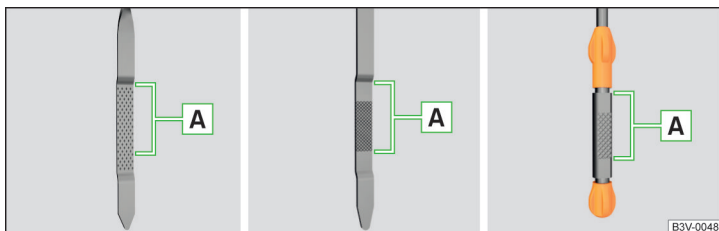

Abb. 228 Ölmesstabvarianten
Der Ölstand muss im Bereich **A** liegen » Abb. 228. Liegt der Ölstand unterhalb des Bereichs **A**, das Öl nachfüllen.
- Der Ölstand darf keinesfalls außerhalb des Bereichs **A** liegen » Abb. 228 - anderenfalls besteht die Gefahr der Beschädigung des Motors sowie der Abgasanlage.